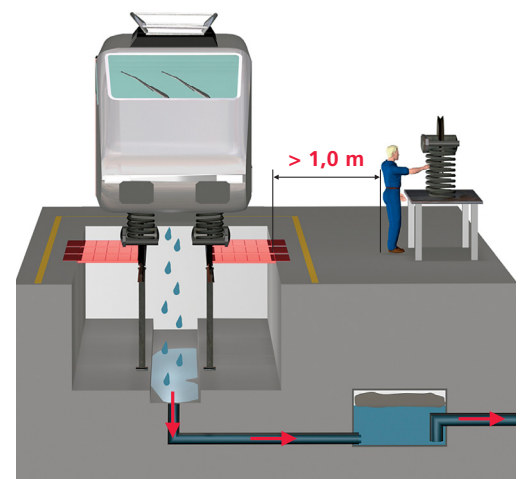

Bild 6
- 13** Werden Arbeiten ausserhalb der Grube in sicherer Entfernung zur offenen Grube ausgeführt? (Bild 6)
- 14** Ist das Fahrzeug wo nötig über Grubenabdeckungen und Aufstiegshilfen sicher erreichbar? (Zum Beispiel zum Erreichen der seitlichen Ein-/Ausstiege von Schienenfahrzeugen oder zum Entfernen der Frontseite von Fahrzeugen, Bild 6.)
- 15** Ist in Gruben, in denen Nassarbeiten ausgeführt werden, ein Abfluss (Sammelschacht) vorhanden oder werden entsprechende Auffangwannen eingesetzt? (Bild 6)